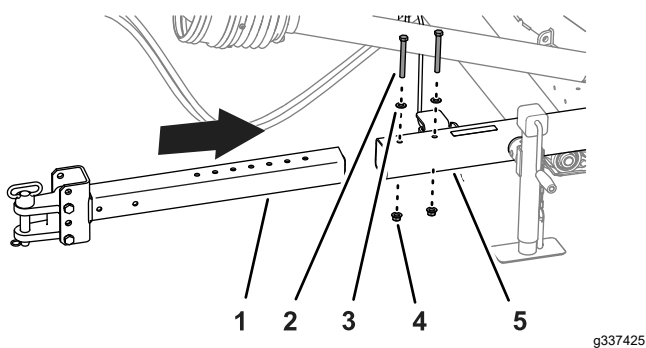

Figura 6
1. Retire las 2 contratueras con arandela prensada, los 2 tornillos y las 2 arandelas que sujetan el tubo de enganche al tubo receptor (Figura 6).